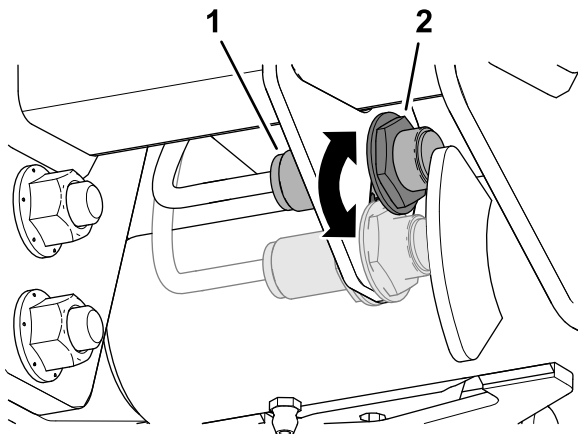

Figura 52
3. Afloje la contratuerca que sujeta el interruptor del brazo de elevación a la placa de los interruptores (Figura 52).